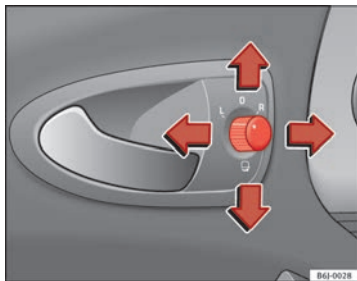

Abb. 68 Drehknopf für Außenspiegeleinstellung
1. Drehen Sie den Drehknopf  $\Rightarrow$  Abb. 68 zunächst in Stellung L (linker Außenspiegel).
- Drehen Sie den Drehknopf  $\Rightarrow$  Abb. 68 in Stellung  $\square$ , um die Außenspiegel anzuklappen. Sie sollten die Außenspiegel immer anklappen, wenn Sie eine automatische Waschanlage durchfahren, um Beschädigungen zu vermeiden.